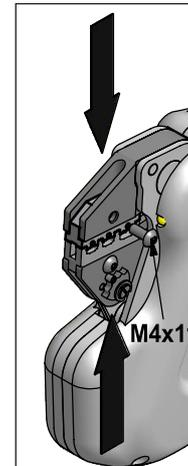

Bild 6
3. Durch kurzes Betätigen des Start-Tasters das Crimpgerät soweit zufahren, bis die obere Matrize mit der Schraube M4x11 angeschraubt werden kann (Bild 6).